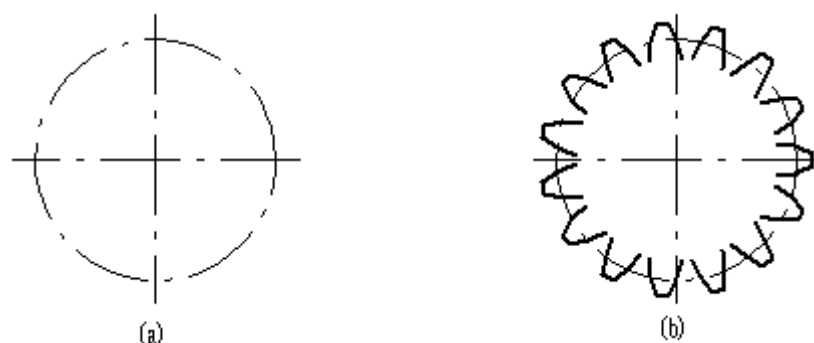

图 4.1-74
- ① 画中心线和齿轮分度圆，如图 4.1-74(a)，单击按钮 ，然后将光标移至画齿廓中心处（齿轮分度圆上），单击左键或按【Enter】；
- ② 依次输入齿数、模数，齿廓的倾角(与水平方向的夹角)，即可绘制出一个齿廓，如图 4.1-74(a)。
- ③ 如需全部齿廓，利用组编辑功能中的圆周均布作出全部齿廓，如图 4.1-74 (b)所示。组编辑的内容在以下章节中讲到。